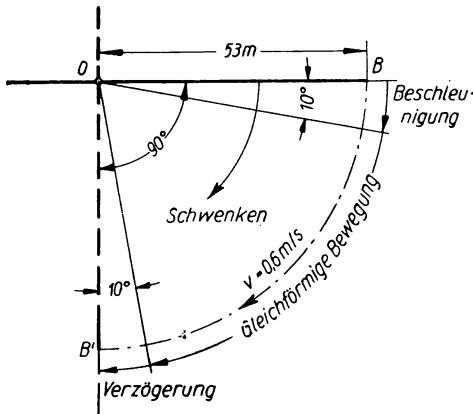

Bild 28
88. Eine Drehbrücke übergreift den Schiffahrtskanal mit einem 53 m langen Brückenarme  $OB$  (siehe schematisches Bild 28. Auch Bild bei Aufg. 408). Zwecks Freigabe der Durchfahrt für die Schiffe wird die Brücke um den Drehzapfen  $O$